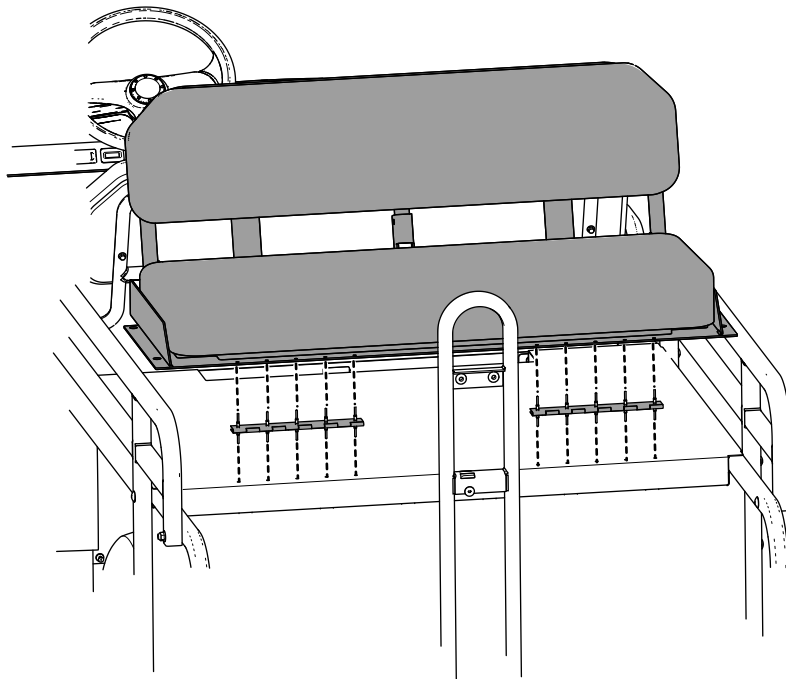

Bild 11
10. Montieren Sie den Sitz auf der Ladepritsche; fluchten Sie die Löcher an der Ladepritsche mit den Löchern an den Scharnieren aus und befestigen Sie den Nietensitz an der Ladepritsche (Bild 11).